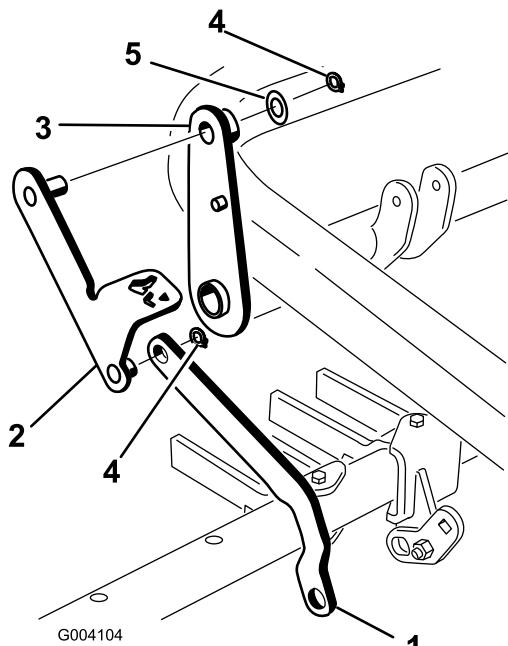

Bild 15
3. Schieben Sie das Ende des Werkzeugleistenlenkers über die kurze Strebe am Pedalhebel und befestigen es mit einem Halterung (Bild 15).
4. Setzen Sie die Strebe am anderen Ende des Pedalhebels durch den Hebel oben ein und befestigen Sie ihn mit einer Scheibe (7/8") und einem Haltering (Bild 15).